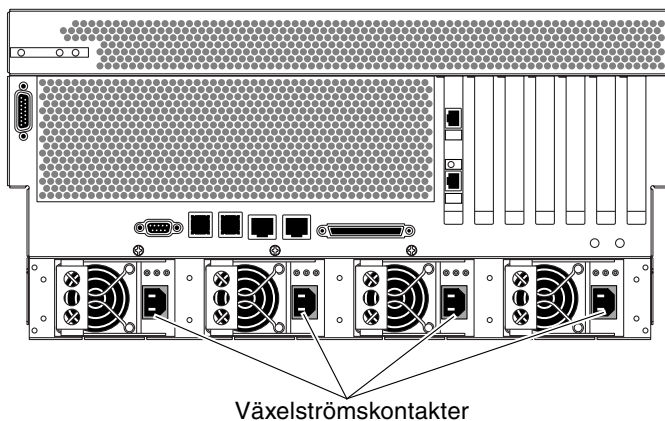

BILD 4-25 Ansluta kablarna till växelströmskontakterna
5. Anslut ena änden av varje nätkabel till växelströmsuttagen på serverns baksida. Se BILD 4-25 för att se placeringen av växelströmskontakterna.